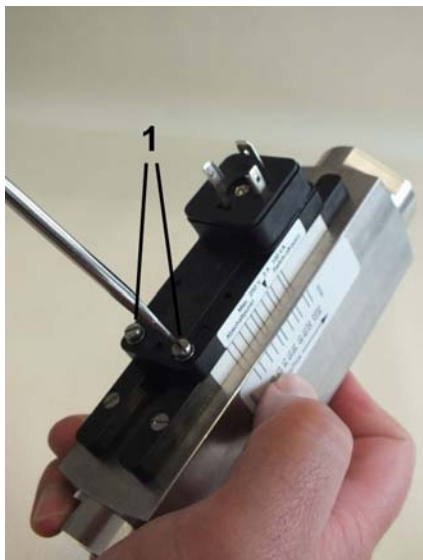

Abb. 52: Feststellschrauben lösen
- 3.** Feststellschrauben (Abb. 52/1) des Schaltkontaktes mit einem Schlitzschraubendreher so weit lösen, dass er sich frei verschieben lässt
11. ▶ Feststellschrauben (Abb. 52/1) wieder festdrehen, dabei Anziehdrehmoment einhalten (↪ Kapitel 11.1 „Schrauben-Anziehdrehmomente“ auf Seite 78)